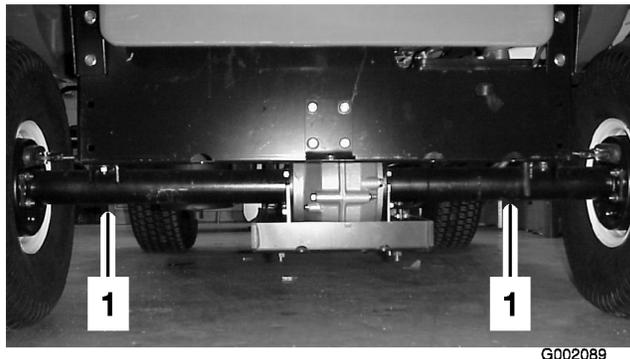
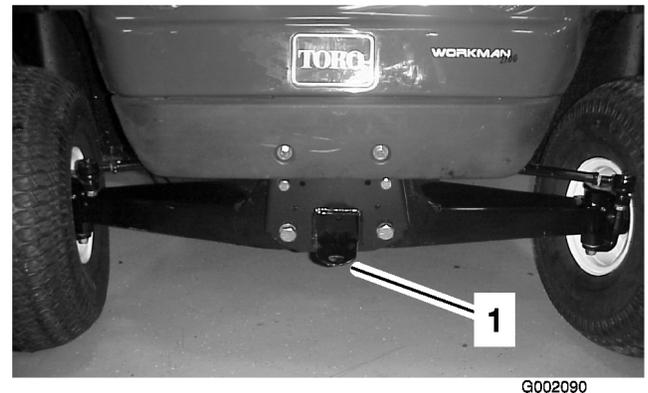

Figure 27
Figure 28
Utilisez une remorque pour transporter le véhicule sur de longues distances. Le véhicule doit être solidement arrimé sur la remorque. L'emplacement des points d'attache est indiqué à la Figure 27 et Figure 28.
2. Accrochez un câble de remorquage à la flèche d'attelage à l'avant du châssis (Figure 28).